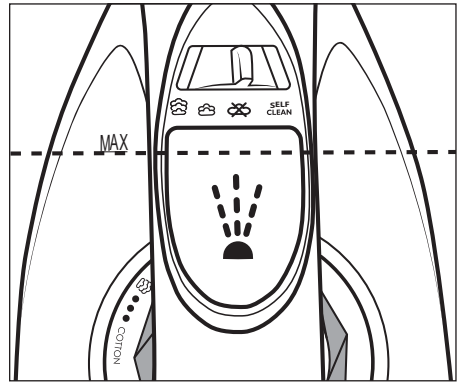

Abb. 1
- 1) Stellen Sie sicher, dass der Temperaturregler ⑥ auf Position **MIN** steht.
- 2) Halten Sie das Bügeleisen schräg in der Hand und öffnen Sie den Deckel der Einfüllöffnung für den Wassertank  ②.
- 3) Befüllen Sie mit dem Messbecher ① den Wassertank  ② bis höchstens zur Markierung **MAX** (siehe Abb. 1).